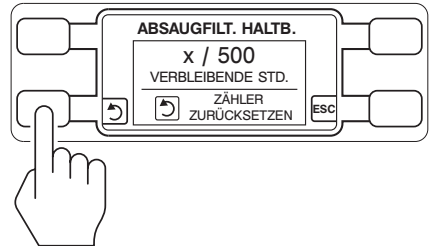

Abbildung 6 – Betriebsstundenzähler zurücksetzen
5. Der Bildschirm ABSAUGFILTER HALTBARKEIT (ABSAUGFILT. HALTB.) wird angezeigt. Die Anzeigetaste (ZÄHLER ZURÜCKSETZEN) drücken, um den aktuellen Wert der Filterlebensdauer auf 500 Stunden zu setzen (Abbildung 6).